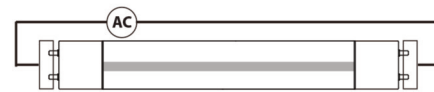

Figure 1. - Connexion à double extrémité
6. Les lampes MaxLite LED T8 sont conçues uniquement pour les connexions à double extrémité. (Figure 1).